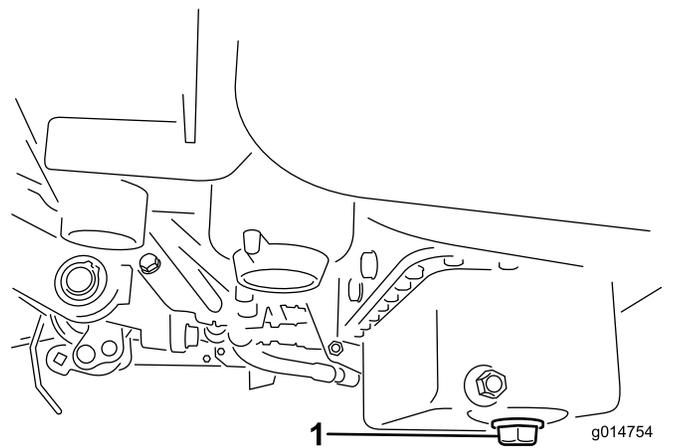

Bild 33
1. Entfernen Sie die Ablassschraube und lassen das Öl in eine Auffangwanne ab. Schrauben Sie die Ablassschraube wieder ein, nachdem das Öl abgelassen ist (Bild 33).